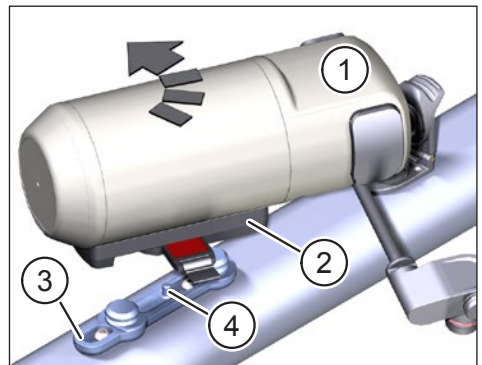

Abb. 4: Range Extender einsetzen
- ▶ Setzen Sie den Range Extender (Pos. 1 in Abb. 4) mit dem befestigten FIDLOCK® Force Connector (Pos. 2 in Abb. 4) schräg auf die FIDLOCK® Bike Base (Pos. 3 in Abb. 4) auf. Der Dorn (Pos. 4 in Abb. 4) auf der FIDLOCK® Bike Base muss beim Aufsetzen in die entsprechende Aufnahme im FIDLOCK® Force Connector gleiten. Die Magnete unterstützen beim Aufsetzen und der Range Extender sollte mit einem hörbaren Klick-Geräusch automatisch einrasten.